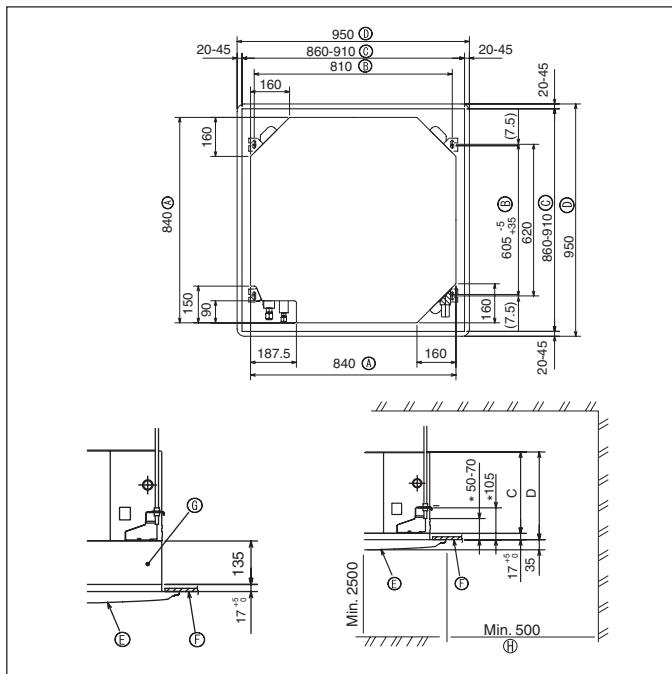

Fig. 2-2
2.2. Ouvertures dans le plafond et emplacement des boulons de suspension (Fig. 2-2)
* Les dimensions de l'ouverture dans le plafond peuvent être définies au sein de la plage indiquée dans la Fig.2-2 ; centrer l'appareil principal par rapport à l'ouverture dans le plafond, en veillant à la symétrie de chaque côté par rapport à l'orifice.